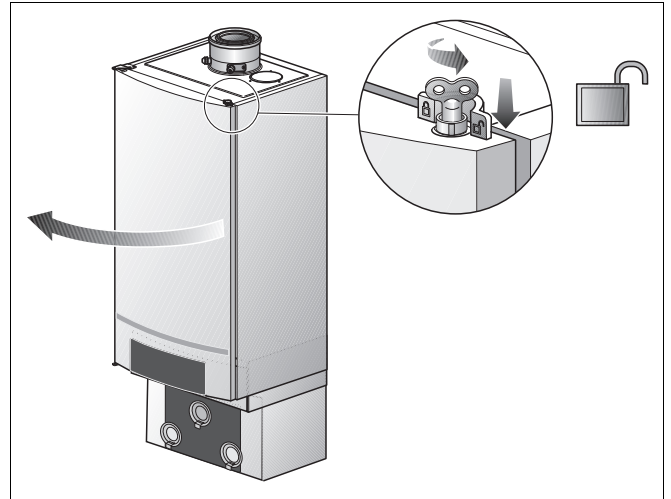

Fig. 75 Deur openen
- Druk het slot naar beneden (→ fig. 75) en open de deur.